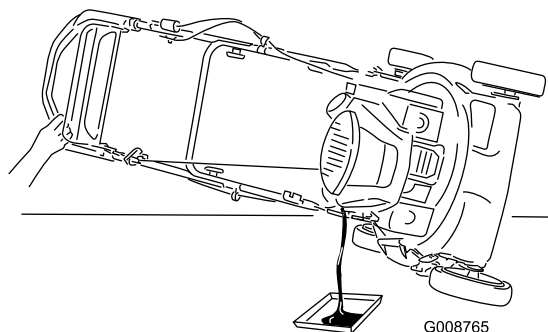

Figure 42
3. Inclinez la tondeuse sur le côté (filtre à air vers le haut) pour vidanger l'huile usagée par le goulot de remplissage (Figure 42).